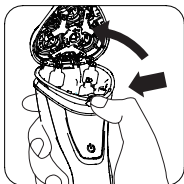

Fig. 3
- Gire el cierre de seguridad hacia la izquierda y a continuación tire hacia arriba para retirar el marco de retención. (Fig. 3)